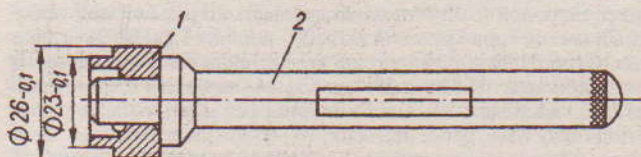

Рис. 7.10. Оправка для выпрессовки втулки вала сошки: 1 - оправка; 2 - ручка
- ✓ выпрессовать с помощью оправки диаметром 26 мм (рис. 7.10) из картера втулку 15 (рис. 7.9) вала сошки и при помощи съемника или путем расточки на токарном станке снять втулку 15 вала сошки с крышки 2;
ки (рис. 7.10). Причем, сальник вала сошки запрессовывается пружиной внутрь картера, а сальник червяка - пружиной наружу (рис. 7.9).